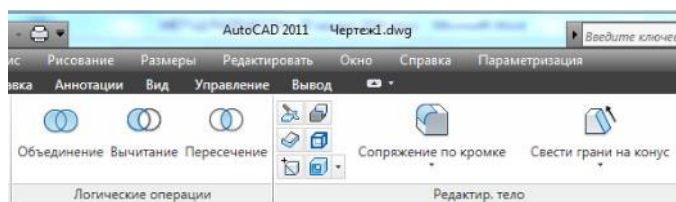

Рисунок 6.2 – Выбор логических операций на вкладке Тело ленты
- вкладка **Тело** ленты – **Логические операции** (рисунок 6.2).